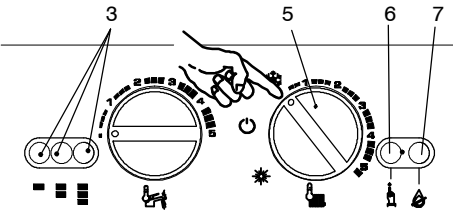
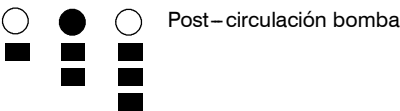

fig. 5.22
fig. 5.23
1 Suministrar fluido eléctrico a la caldera y colocar el conmutador de función 5 igual que en la fig. 5.22.
3 Pulsar el botón de reposición (6, fig. 5.22) de forma repetida (1 vez) hasta que los indicadores luminosos de señalación (3) muestren una secuencia como la de fig. 5.23.
Para mostrar la configuración determinada, mantener pulsando el botón de reposición (6, fig. 5.22) durante 5 segundos aproximadamente. Los indicadores luminosos de señalación (3) par-
4 Para cambiar la configuración, girar el mando de regulación de temperatura del agua sanitaria (4, fig. 5.22) y llevarlo al valor de post-circulación deseado. El indicador luminoso de bloqueo (7) parpadeará rápidamente para indicar que se está modificando el valor de la post-circulación.